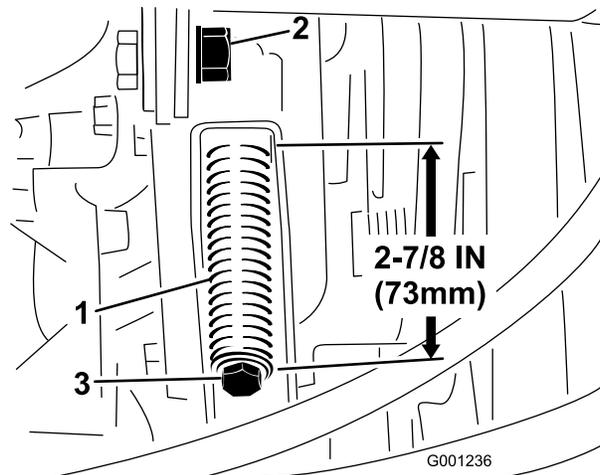

図 75
3. テンションロッドのジャムナットをゆるめる 図 75。
4. テンションスプリングの調整には1/2 インチのレンチを使う 図 75。スプリングの長さが 73mm になるように調整する。
4. 1/2 インチのレンチを使ってテンションスプリングを完全にゆるめる 図 75。
6. 新しい PTO ベルトを取り付け、プーリスプリングの長さが 73mm になるように張りを調整する 図 75。
7. ジャムナット (図 75) を締め、フードを閉める。